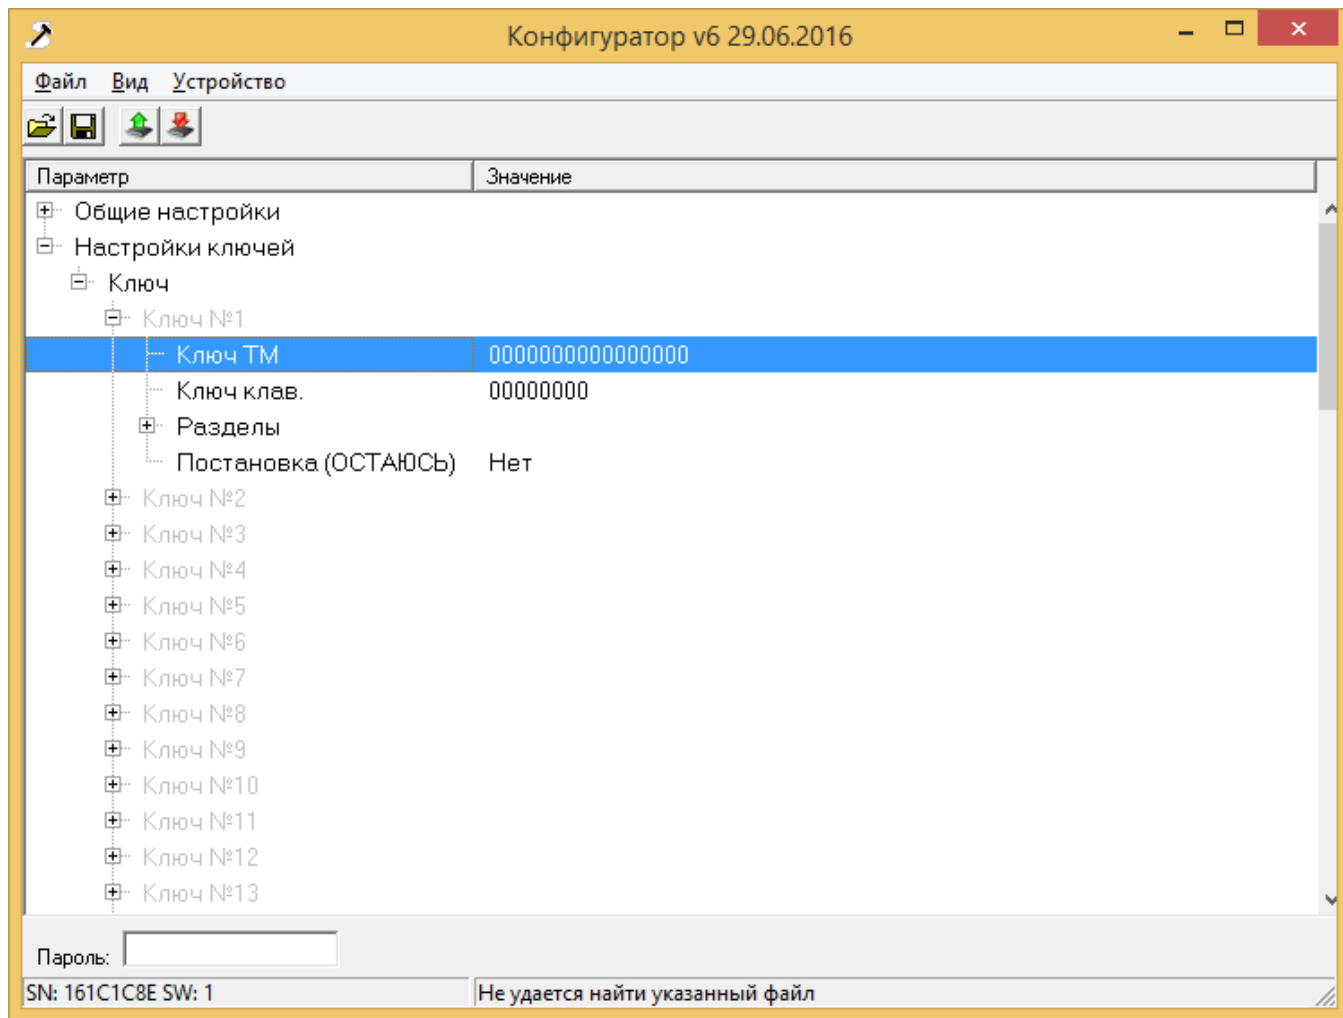

Рис.17
- Если требуется ввести ключ ТМ, выделить строку «Ключ ТМ» двойным нажатием левой кнопки «мыши», либо переместив курсор на строку и нажав «Enter» клавиатуры ПК (Рис.17).